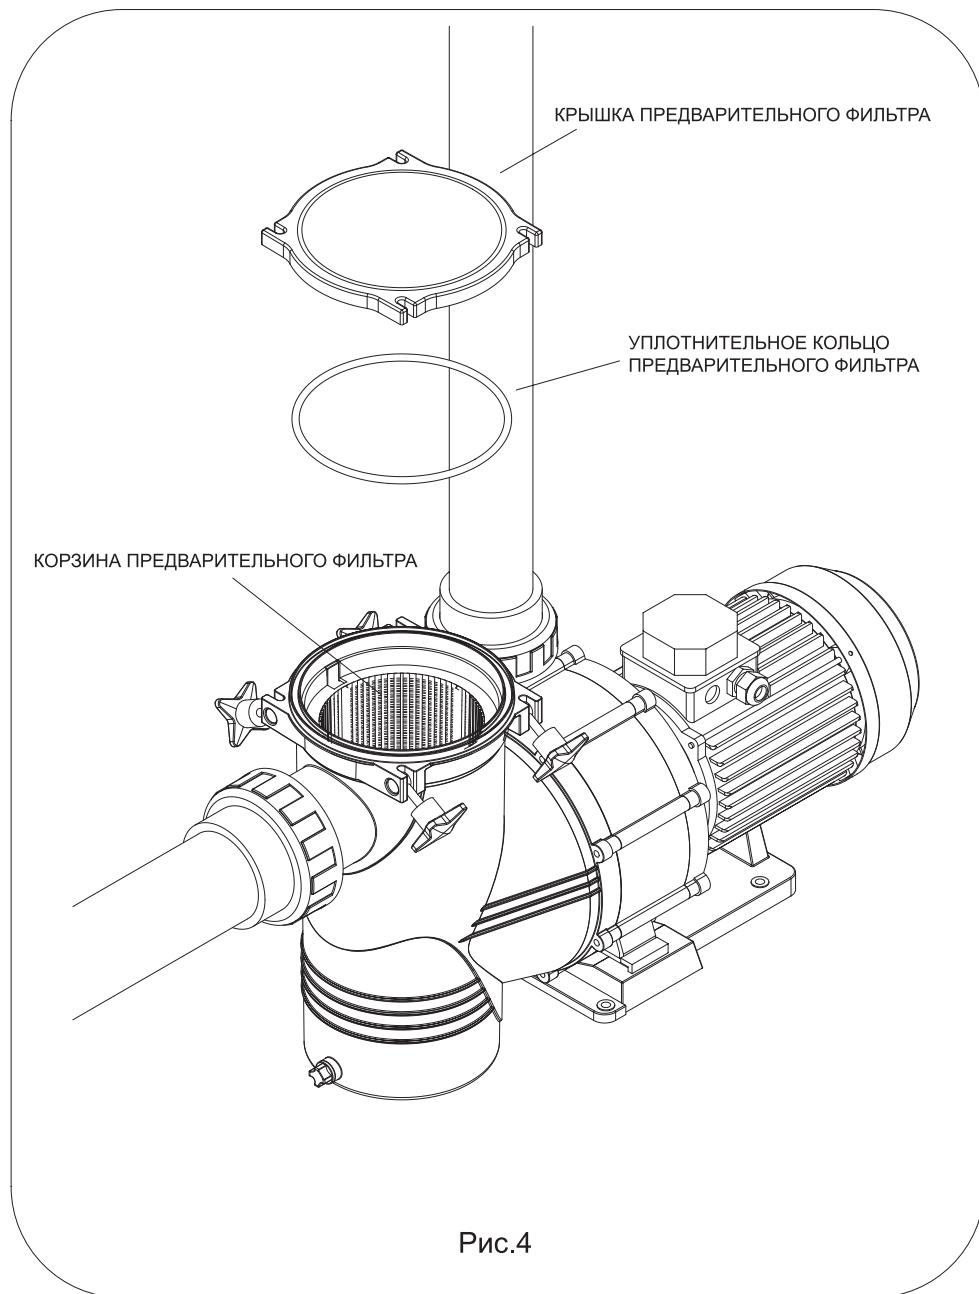

Рис.4
- Если насос оказывается необходимым установить выше уровня воды, то разность в высоте установок должна быть не более, чем 2 м (см. Рис. 4). Проконтролируйте, чтобы длина всасывающей трубы была как можно более короткой, так как применение длинной трубы увеличивает время всасывания, а устройство при этом теряет нагрузку.
- Открыть крышку предварительного фильтра (см. Рис.4).